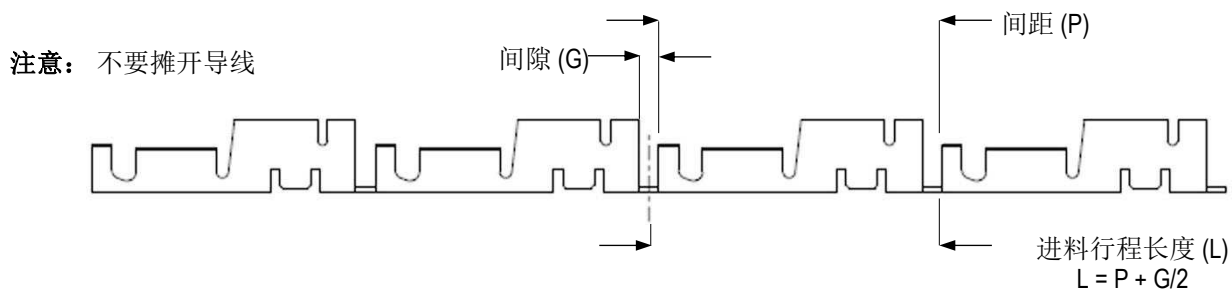

图 22
3. 旋转调整轮至与待处理的端子相适应的“L”尺寸。关于 AMPLIVAR 端子的“L”尺寸，参见顾客图纸。如果数据不可用，将“L”设为端子的螺距加上与端子间空隙的一半（参见图 22）。